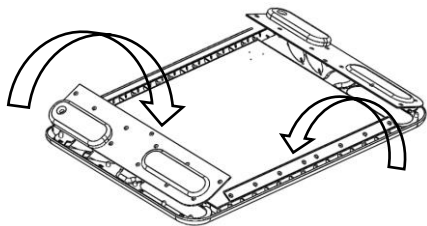

Рис. 22
5.6.2. На сборку по п.5.6.1 положить крепление рамки левое (поз.8), крепление рамки правое (поз.9) и планку крепления (поз.10) таким образом, чтобы совпадали отверстия под крепеж (См. рис. 22)
Планку крепления располагать таким образом, чтобы скругленная сторона прилегала к столешнице. (См. рис. 22а)
Рис. 22а